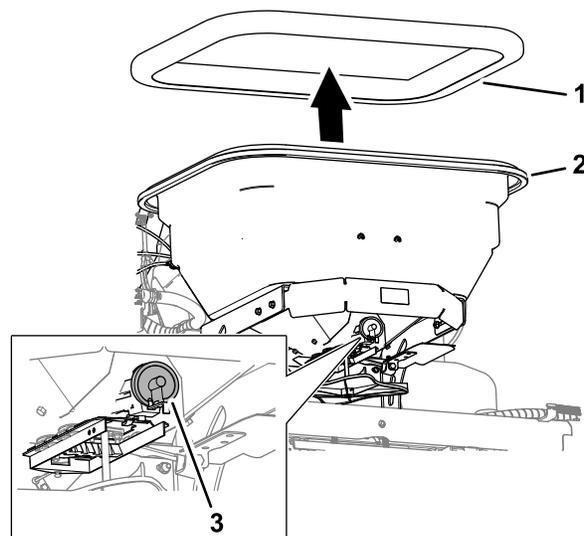

Figure 25
4. Consultez les Tableaux d'épandage \(page 32\) pour déterminer le réglage de la came de dosage (Figure 25).
5. Enlevez le couvercle de la trémie, ajoutez le produit d'épandage et remettez le couvercle sur la trémie (Figure 25).